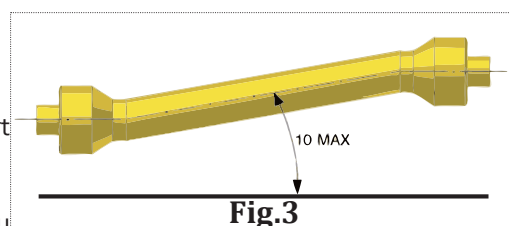

Fig.3
- Débrayez la prise de force quand l'arbre à cardans forme un angle trop ouvert (jamais au-delà des 10 degrés, **Fig. 3**) et quand elle n'est pas utilisée.